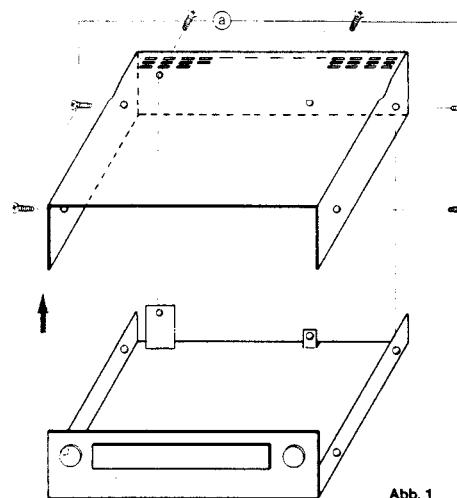

Abb. 1
1. Vier Schrauben (④) an den Seiten und zwei an der Rückwand herausdrehen.
2. Gehäuseoberteil nach oben abheben (Abb. 1).